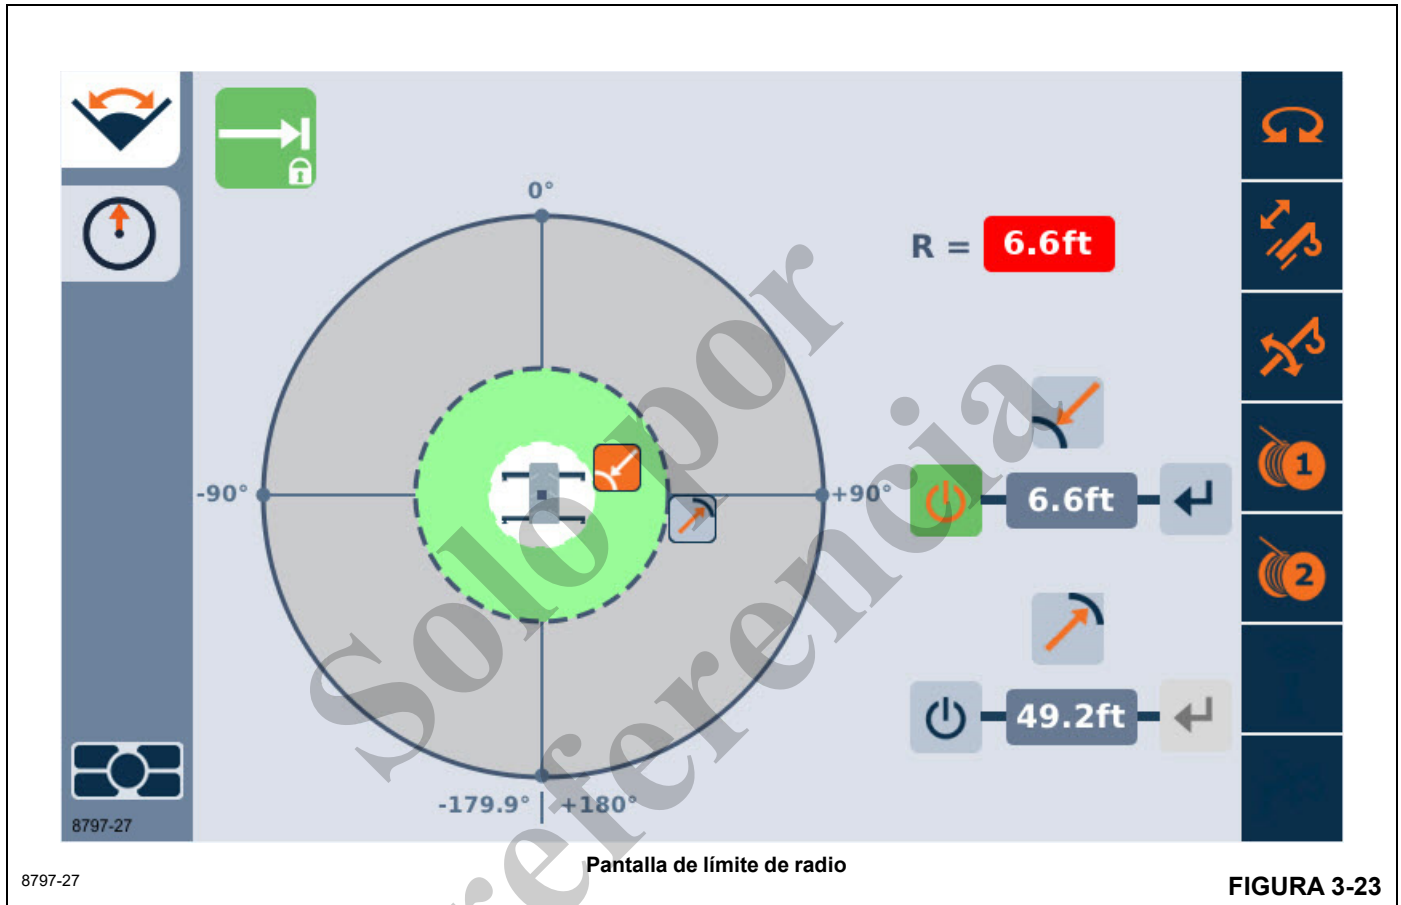

FIGURA 3-23
Si se selecciona la limitación de radio en el menú de limitaciones del WRL, se muestra la vista Limitación de radio (Figura 3-23).
Use la función de flecha izquierda y de flecha derecha en la pantalla o en el cuadrante para cambiar el objeto resaltado en la vista. A medida que las teclas de flecha se oprimen, otros objetos serán resaltados y el color naranja indica el objeto que está seleccionado y que puede afectarse por las acciones posteriores. En la Figura 3-23 puede verse que el
2. La vista de limitación del radio (Figura 3-23) se muestra en la pantalla.
7. Use la función de flecha derecha una vez para resaltar el símbolo de aceptar la posición de la grúa para el radio interior (consulte la Tabla 3-6). Use el botón aceptar para aceptar la posición actual de la grúa (como el valor de 6.6 pies que se muestra en la Figura 3-23) como el valor de limitación. Ahora el valor de limitación debe mostrarse actualizado en la vista. Tenga en cuenta que la pluma está ahora en el límite, de modo que las alarmas probablemente sonarán. Ahora puede alejar la pluma del radio actual para suspender la alarma. Consulte la Tabla 3-2 para conocer cómo funciona la alarma cuando la opción de bloqueo no está en uso. Consulte la Figura 3-18 para conocer acerca del botón para cancelar la alarma audible (cuando el movimiento de la pluma se haya detenido).
7. Use la función de flecha derecha una vez para resaltar el símbolo de aceptar posición de la grúa para el radio exterior (consulte la Tabla 3-6). Use el botón aceptar para aceptar la posición actual de la grúa (como el valor de 49.2 pies que se muestra en la Figura 3-23) como el valor de limitación. Ahora el valor de limitación debe mostrarse actualizado en la vista. Tenga en cuenta que la pluma ahora está en el límite, de modo que probablemente las alarmas sean simuladas. Ahora puede alejar la pluma del radio actual para suspender la alarma. Consulte la Tabla 3-2 para conocer cómo funciona la alarma cuando la opción de bloqueo no está en uso. Consulte la Figura 3-18 para conocer acerca del botón para cancelar la alarma audible (cuando el movimiento de la pluma ya no sea simulado).
1. La vista de limitación del radio (Figura 3-23) se muestra en la pantalla.